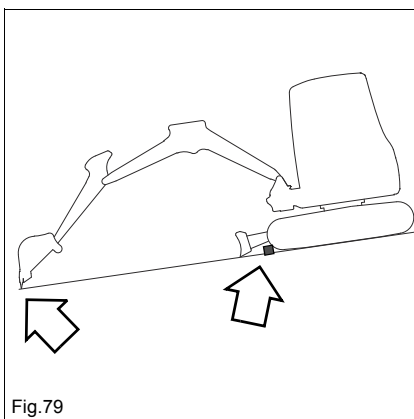

Fig.79
- Proteger o veículo com calços (ver Fig. 79).